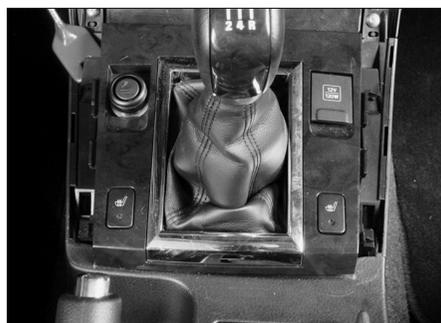

FIG. 18
- Dégrafer la plaque d'ornement du levier de vitesse (Fig.18).